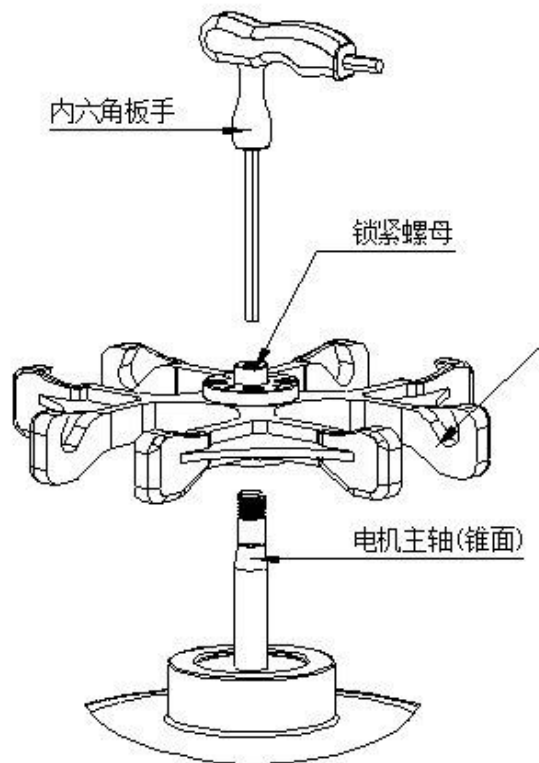
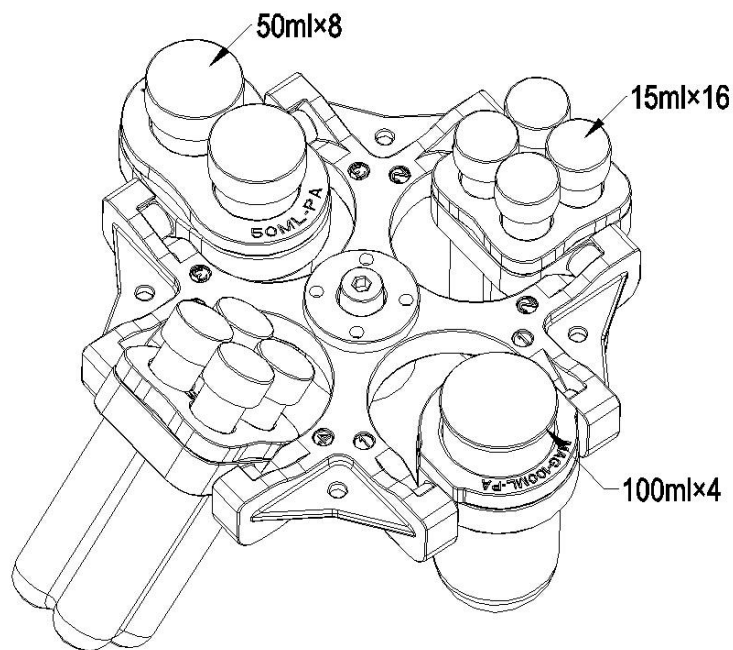

图 5： 安装转子体示意图
图 6：安装挂篮示意图
安装转子的步骤如下（示意如图 5、图 6）
- 如图 5 所示位置，准备好您想使用的转子。双手握住转子，将转子的中心孔对准电机主轴，垂直放下，放到锥面部分的底部，放开双手，再用手向下按下转子。